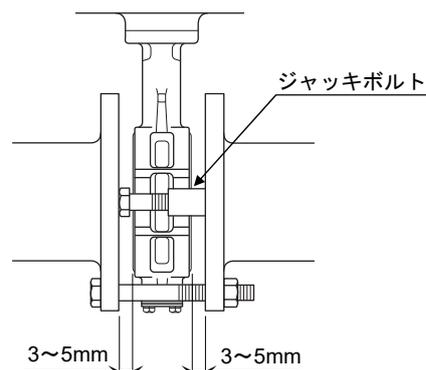

図43
- 形番VY6961、形番VY6962、形番VY6967、形番VY9961、形番VY9962にてバルブを配管に取り付ける場合は、ジャッキボルトを利用して『図43』の位置にセットし、面間を調整します。バルブ本体と配管フランジ間は、バルブ幅より片側で3~5mm程度押し広げた状態にします。無理して挿入すると、ガスケット面のゴムがめくれて漏れ、作動不良の原因になります。シートリングは、配管用ガスケットの役目を兼ねています。ガスケットを使用しないでください。